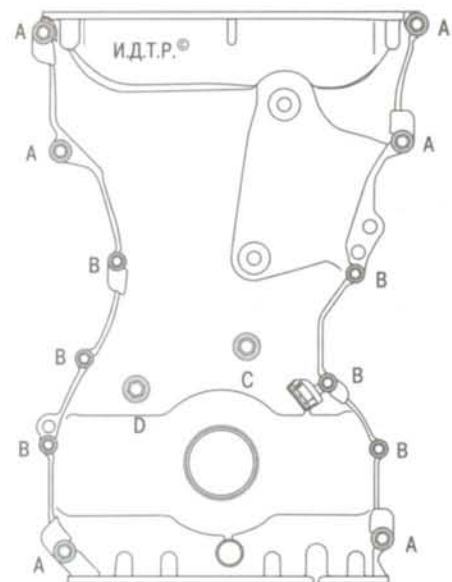
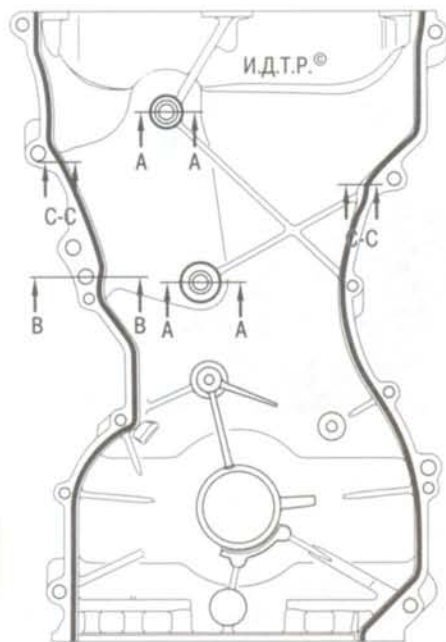

Рис. 5.3. Порядок ослабления болтов крышки газораспределительного механизма
Рис. 5.8. Схема нанесения герметика на крышку газораспределительного механизма
11. Выверните шесть болтов **A** (рис. 5.3), шесть болтов **B**, по одному болту **C** и **D**, а затем снимите крышку цепи газораспределительного механизма.
17. Нанесите на привалочную поверхность крышки газораспределительного механизма герметик в соответствии со схемой, показанной на рис. 5.8, установите крышку и вверните болты ее крепления в порядке, обратном показанному на рис. 5.3.